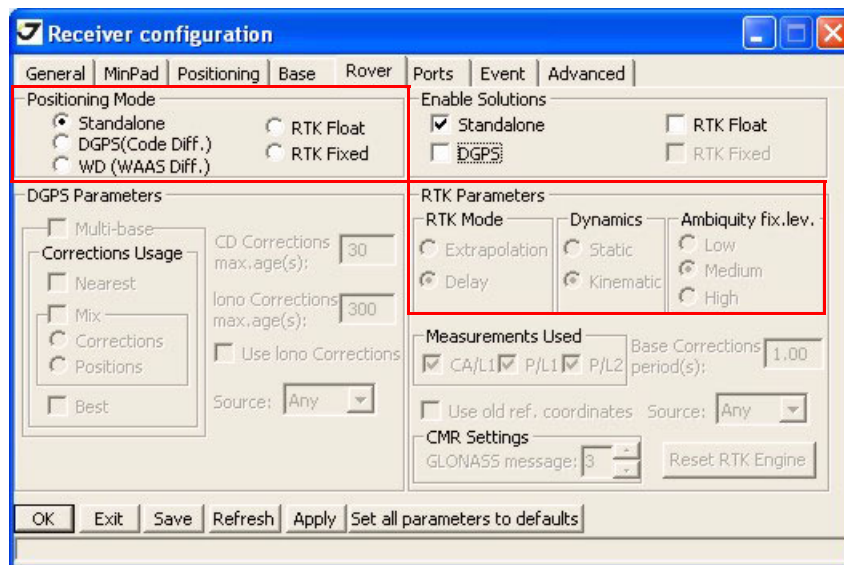

Рисунок 3-11. Закладка Rover
9. Для подвижного приемника (ровера) откройте закладку *Rover* и произведите настройку следующих параметров, затем нажмите *Apply* (Рисунок 3-11 на стр. 43).